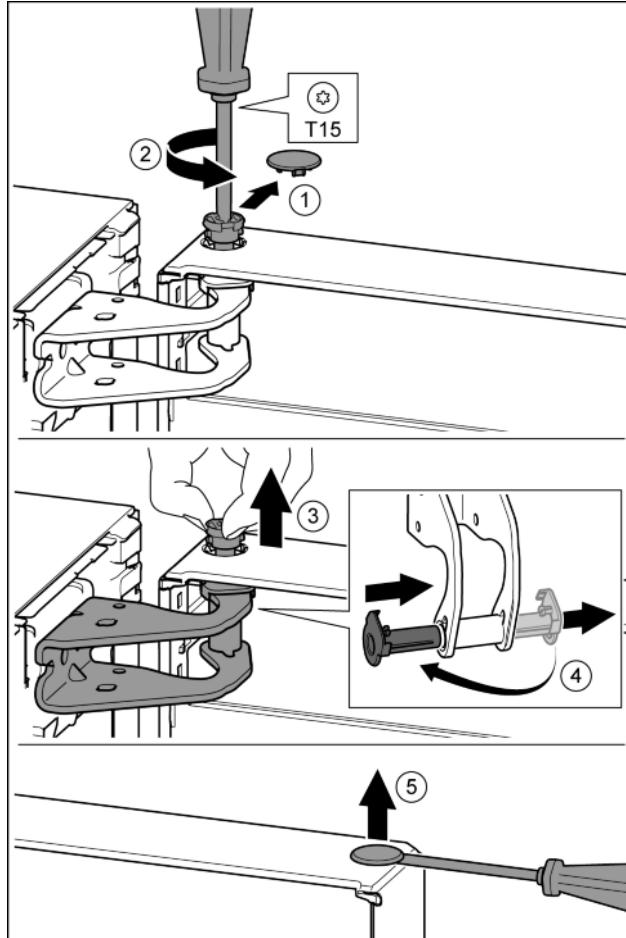

Fig. 12
- ▶ Oprezno skinite sigurnosni pokrov. Fig. 12 (1)
- ▶ Odvijačem T15 malo odvijte svornjak. Fig. 12 (2)
- ▶ Čvrsto držite vrata i prstima izvucite svornjak. Fig. 12 (3)
- ▶ Izvucite čahuru ležaja iz vodilice. Umetnute s druge strane i pustite da uskoči. Fig. 12 (4)
- ▶ Odvijačem s ravnom glavom oprezno podignite čep iz čahure ležaja vrata i izvucite ga. Fig. 12 (5)